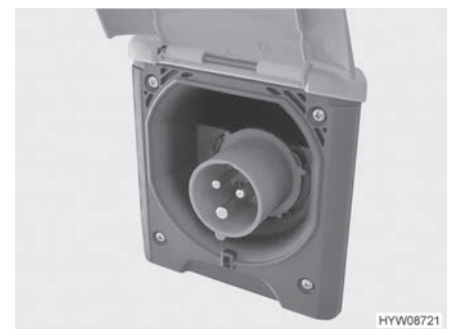

Fig. 107 Conexión de 230 V en el vehículo (caja de enchufe CEE)
- Abrir la cubierta de la conexión de 230 V en el vehículo (Fig. 107) y enchufar el conector enchufable. Prestar atención a que la saliente de retención de la tapa con resorte esté engatillada.